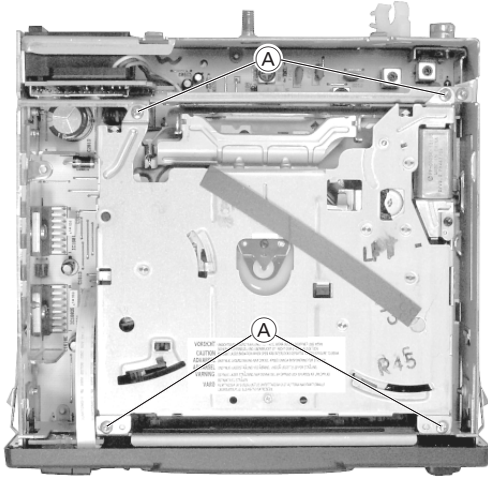

Fig. 1
- 4 Schrauben **A** herausschrauben (Fig. 1).